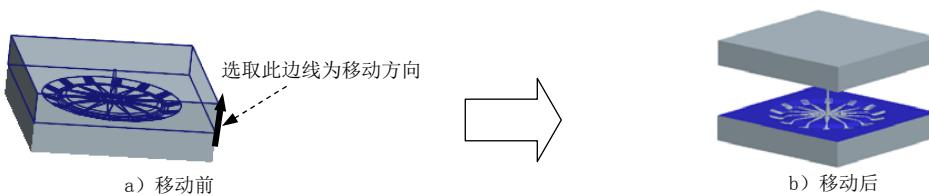

图 23.31 移动上模
Step4. 在系统 通过选择边、轴或面选择分解方向 的提示下，选取图 23.31 所示的边线为移动方向，输入要移动的距离值 200，并按回车键。